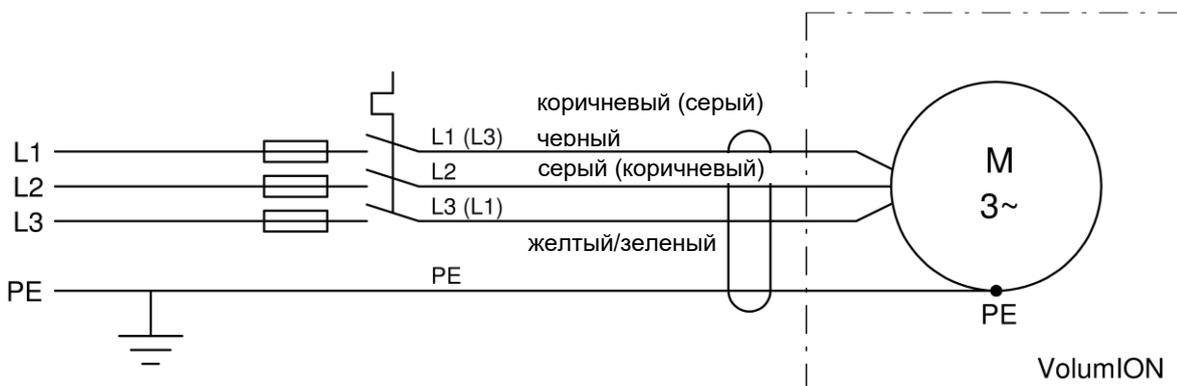

Рис. 4: Схема подключения для трехфазного исполнения
- Если вращение происходит в противоположном направлении, указанном на стрелке: поменяйте местами две фазы входящего электропитания (L1 и L3) на главном коннекторе (рисунок 4) или в распределительной коробке моторы (рисунок 3)
Голубой высоковольтный кабель может быть укорочен в соответствии с рис. 4